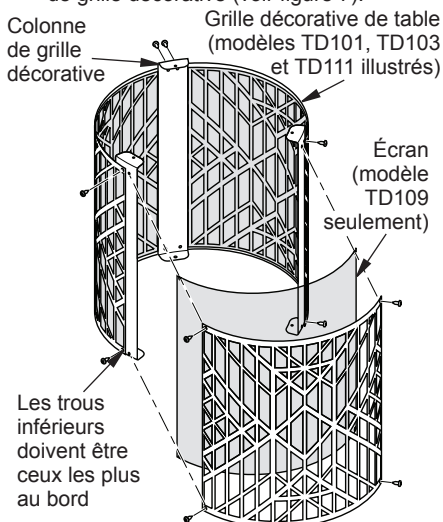

Figure 6 - Assemblage des grilles décoratives et des colonnes de grille
12. Modèle TD109 seulement: placez 3 écrans autour des colonnes des grilles. Pour tous les modèles: placez trois grilles décoratives autour des colonnes des grilles. Fixez aux colonnes avec 4 vis (C) par grille comme illustré à la figure 6.